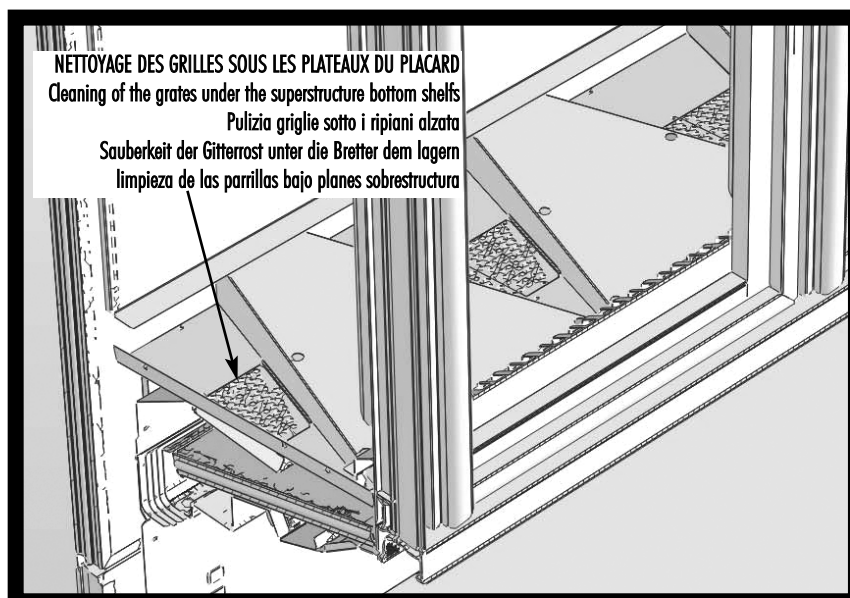

fig. 21
3) **Tous les trois mois il faut nettoyer les grilles se trouvant sous les plateaux du placard (voir figure 21 à page 7).**